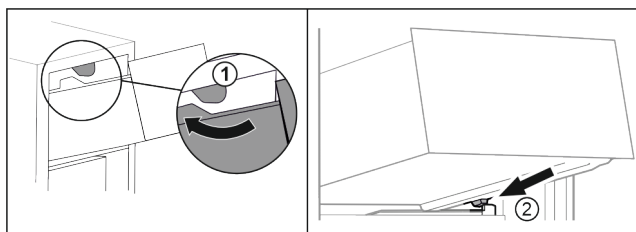

Fig. 65
- ▶ Før skuffen rundt de øvre stopperne. Fig. 65 (1)
- ▶ Sett skuffen på skrå bak de nederste stopperne på beholderribben. Fig. 65 (2)